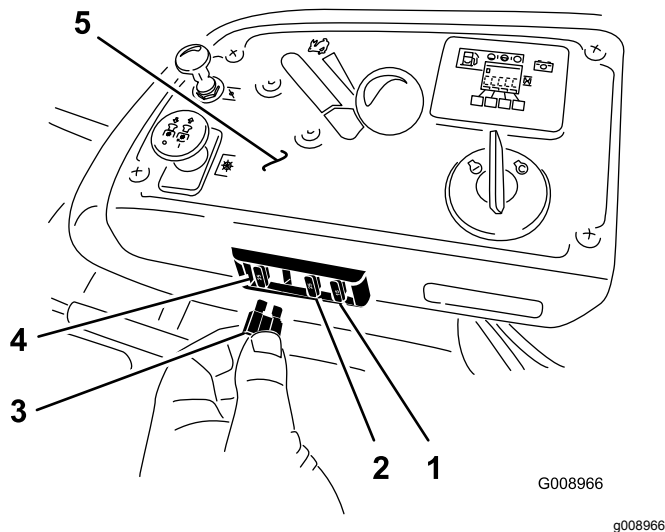

Figura 73
Los fusibles están situados en la consola a la derecha del asiento (Figura 73).
2. Instale un fusible nuevo (Figura 73).